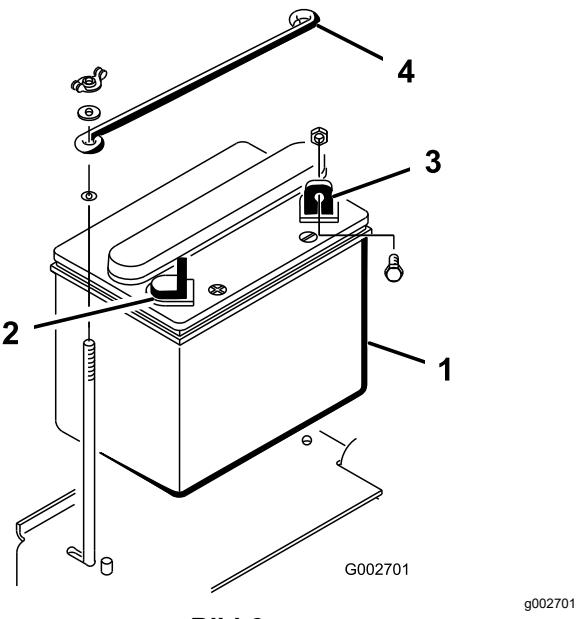

Bild 6
1. Setzen Sie die Batterie ein. Die Minusklemme befindet sich hinten an der Maschine (Bild 6).